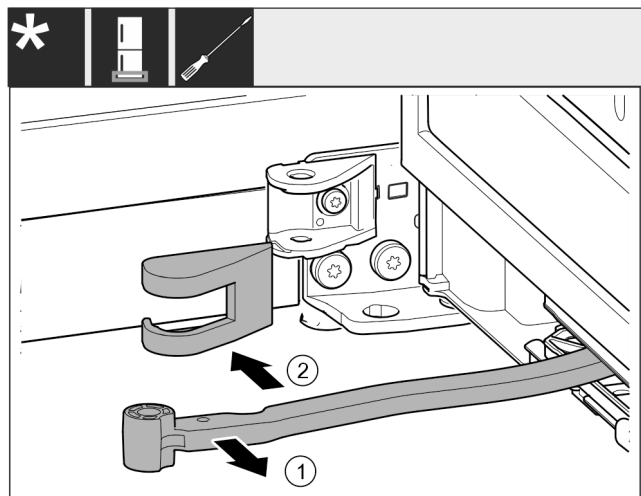

Fig. 16
- Rotiți articulația Fig. 16 (1) în direcția ușii.
- Înlăturați capacul suportului de lagăr Fig. 16 (2).